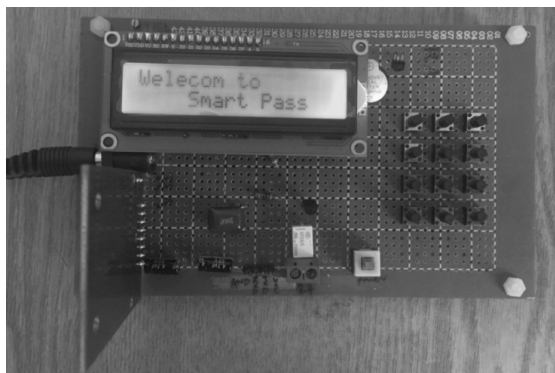

图 3-12 射频 13.56M 一卡通门禁系统 LCD1602 显示欢迎界面
(6) 拿出 USB5V 电源线,上电,听见蜂鸣器的声音,按下自锁开关,LCD 出现欢迎界面,如图 3-12 所示。